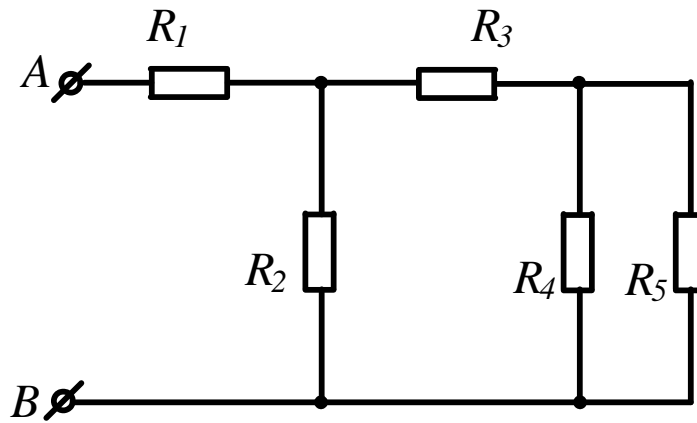

Рисунок 19
**Задача 14.** Определить токи ветвей (рис. 19), если напряжение на входе цепи  $U_{\text{AB}}=12 \text{ В}$ ,  $R_1=2,5 \text{ Ом}, R_2=6 \text{ Ом}, R_3=2 \text{ Ом}, R_4=1,5 \text{ Ом}, R_5=3 \text{ Ом}$